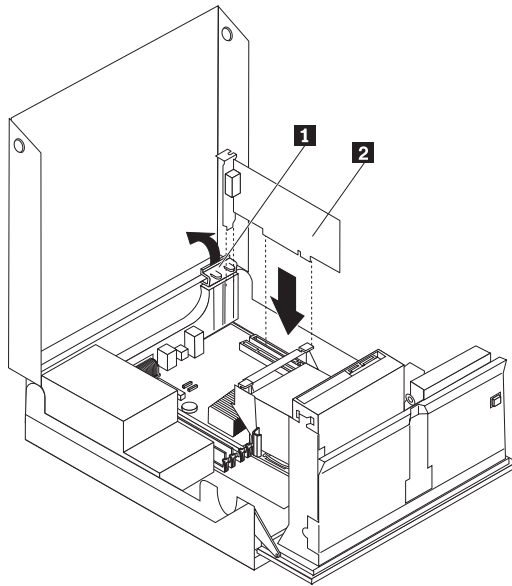

Figura 7. Instalación de la tarjeta adaptadora
2. Sujete la parte posterior del chasis del sistema y gire la sujeción del adaptador **1** hasta la posición de apertura. Extraiga todos los adaptadores **2** instalados actualmente. Consulte la Figura 7.